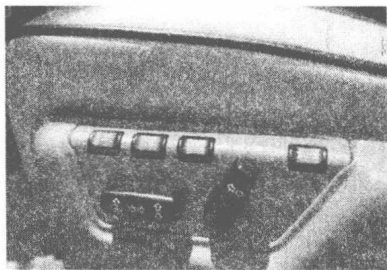

图 0-7 座椅的调整
①使用三点式安全带应注意使安全带贴靠肩膀中部, 不应让安全带勒在颈部。
②安全带应通畅、清洁, 不得在锋利边缘上摩擦, 安全带出口处不能让纸片或其他东西堵塞。
4. 汽车座椅的调整 (见图 0-7)